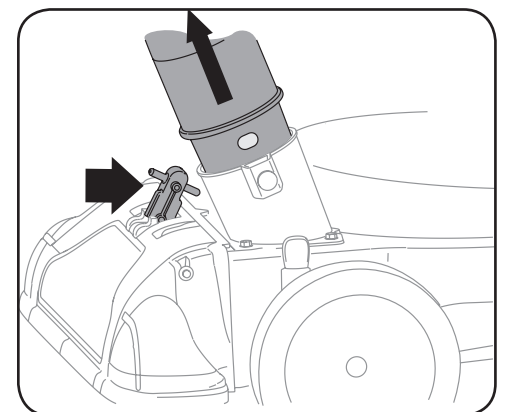

Figura 4-4
9. Coloque la palanca del pico / manguera de la aspiradora en la posición superior del pico para aspirar a través del mismo. Vea la Figura 4-4.
10. El perno con resorte debe estar en el primer orificio (el más cercano al final del tubo) del adaptador de la manguera para operar el pico de la misma. Vea la Figura 4-4.